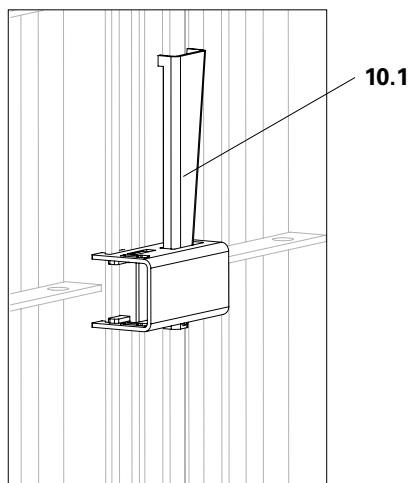

Fig. A5.07
3. Posizionare il giunto UNO Plus (10) su quello dei due telai per parete UNO Plus (1). (Fig. A5.07)